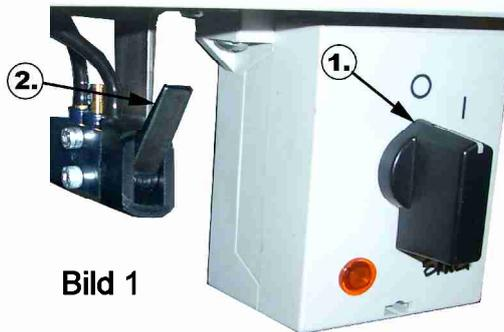

Bild 1
5. Hauptschalter (Bild 1, Nr.1) und Druckluftzufuhr (Bild 1, Nr.2) wieder einschalten